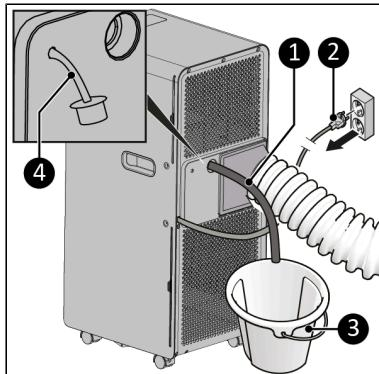

Figure 64.
1. Assurez-vous que l'appareil est éteint et que la fiche est retirée de la prise de courant (Figure 64, pos. 2).
2. Retirez le bouchon en caoutchouc du drain (Figure 64, pos. 4).
3. Reliez le tuyau d'évacuation d'eau inclus (Figure 64, pos. 1) au drain de l'appareil.
4. Placez la sortie du tuyau d'évacuation d'eau dans un seau (Figure 64, pos. 3).